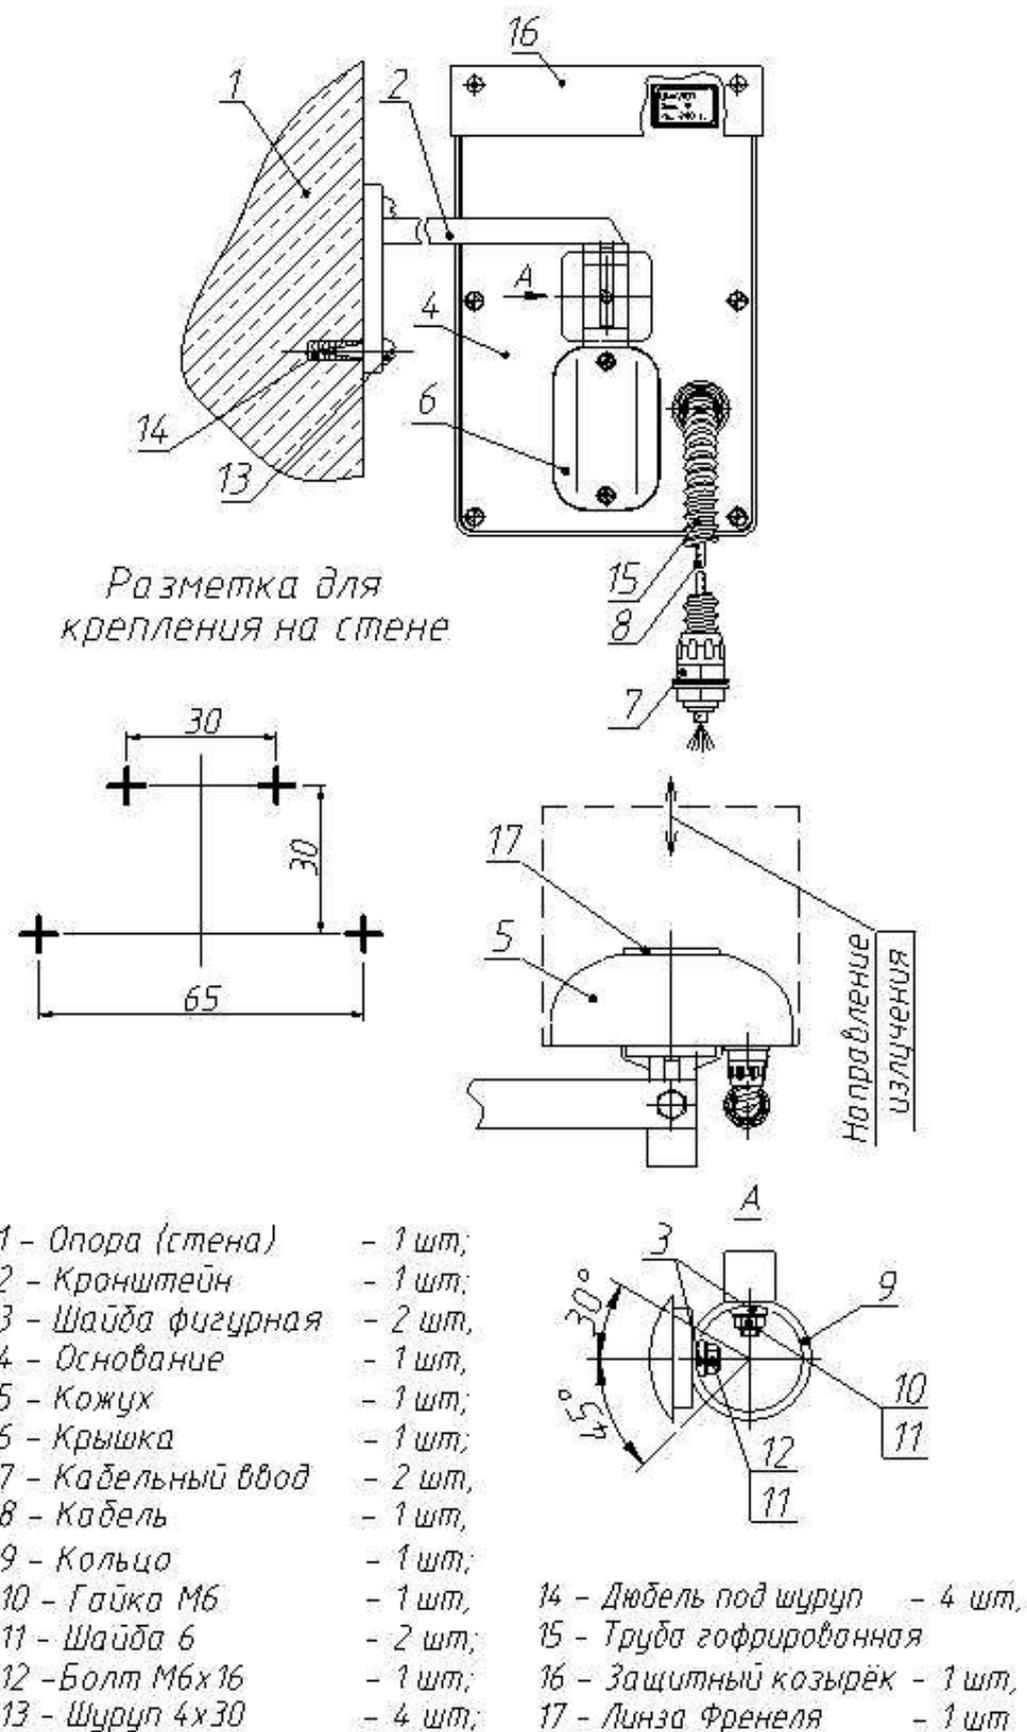

Рисунок 6.2 – Установка извещателя на стене.
**6.1** Внешний вид извещателя и установка его на опоре изображены на рисунке 6.1 (на стене – рисунок 6.2). Конструкция извещателя представляет собой одноблочный корпус в пыле-брызгозащищенном исполнении. Несущей конструкцией блока является основание 4. На основании 4 расположены микрополосковая антенна и плата обработки сигнала с инфракрасным пассивным датчиком. Антенна и плата закрыты радиопрозрачным кожухом 5 с вмонтированной в него линзой Френели 15. В нижней части кожуха имеются два отверстия для предотвращения образования конденсата внутри блока. Для доступа к органам настройки и индикации необходимо снять крышку 6. Подключение извещателя к приемно-контрольному прибору производится с помощью кабеля 8, пропущенного через кабельный ввод 7 и трубу гофрированную 12.